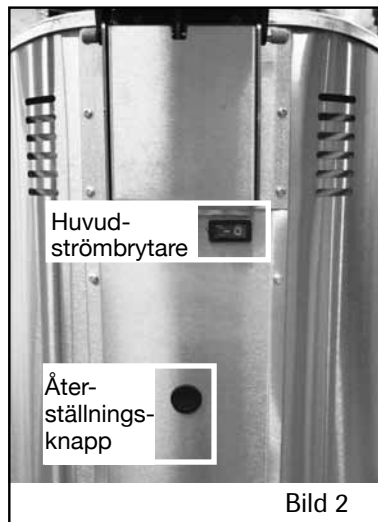

Bild 2
- Huvudströmbrytaren finns baktill i bastuaggregatets övre del (Se bild 2)
- Överhettningsskyddets knapp trycks in med så mycket kraft att ett knäpp hörs (se bild 2)